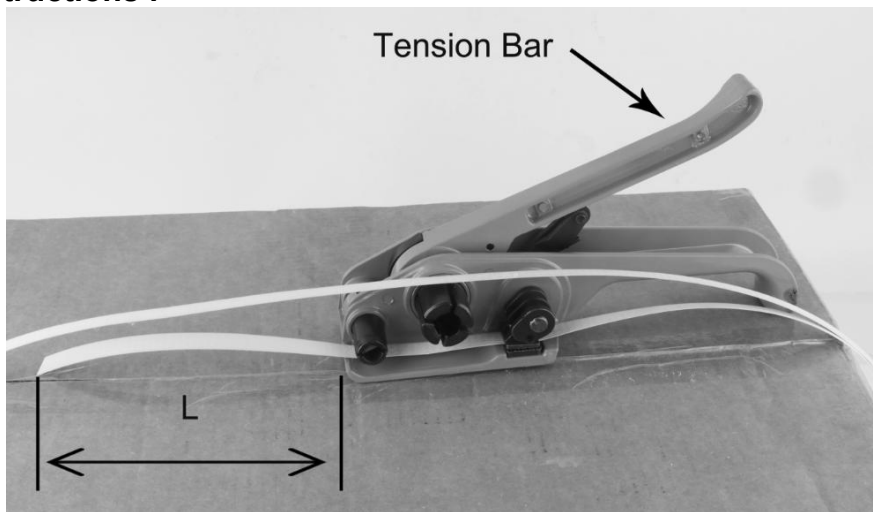

FIG. 1
1. Sangles tendeur voir FIG. 1 , Appuyez sur la barre de tension et chargez la sangle , $L \geq 3$ pouces (8 cm).